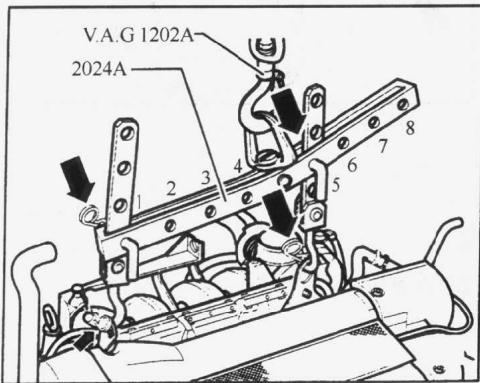

图 2-6
24)如图 2-6 所示,嵌入悬挂工具 2024A 并用车间用起重机 V.A.G1202A 略微抬起。皮带轮侧:带孔吊架臂第 1 个孔。飞轮侧:带孔吊架臂第 5 个孔。注意:在挂钩和定位锁上使用防松销(箭头所示)。拱形支架上标记 1~4 的插拔位置指向皮带轮,带孔吊架臂的孔由挂钩处数起。